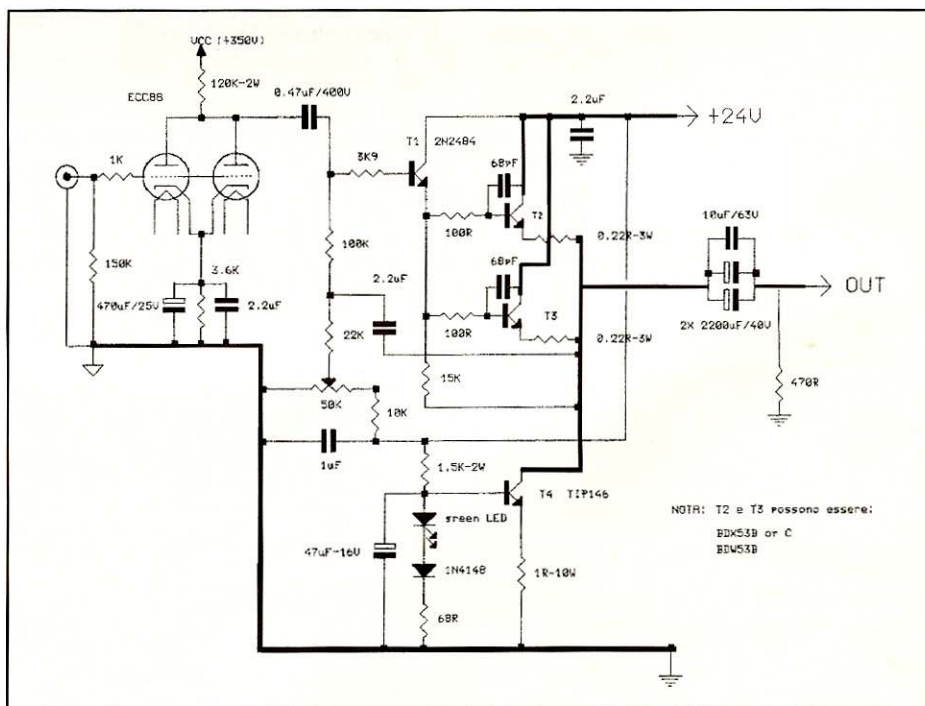

Fig. 1 - Lo schema elettrico del "quasi" monotransistor.
Indubbiamente questa tecnica risulta la più diretta soluzione del problema, circuitalmente parlando, ma risulta quella più critica dal punto di vista del rumore e della dinamica. Infatti essa è generalmente scartata in quei circuiti che possono avere difficoltà a trattare segnali in ingresso-uscita piuttosto ampi con elevata linearità (tipicamente circuiti allo stato solido con non elevate tensioni di funzionamento), mentre è più frequente dove ciò non costituisce un problema; tipicamente nei circuiti valvolari caratterizzati da elevate tensioni di alimentazione. Dal punto di vista del rumore, inoltre, essa è critica perché costringe ad interporre tra il primo ed il secondo stadio di amplificazione la rete di equalizzazione passiva (da qui il nome di RIAA passiva), che oltre a compensare le alterazioni introdotte in fase di incisione (vedi Fig. 1), attenua fortemente anche il segnale, fino a circa 40 dB a 20 kHz. Come se non bastasse, tale rete passiva è ne-
Fig. 1 - Curva standard di enfasi RIAA. Questo andamento in funzione della frequenza illustra come il segnale musicale viene modificato prima di essere inciso sul vinile, per ottimizzare l'incisione stessa ai fini della riduzione della larghezza del solco e del miglioramento del rapporto segnale/rumore. Prendendo a riferimento i 1.000 Hz, le alterazioni sfiorano i -20 dB a 20 kHz e i +20 dB a 20 kHz.
Fig. 2 - Risposta in frequenza dell'ingresso fono equalizzato RIAA. Mediante l'interposizione di una rete (passiva) perfettamente complementare a quella di enfasi RIAA, che abbiamo visto in Fig. 1, dobbiamo ottenere, all'uscita dello stadio fono, una risposta complessiva perfettamente orizzontale. Nel nostro caso questo avviene con un "errore" massimo di 0.3 dB o, se preferite, con una tolleranza di +0-0,15 dB da 25 Hz a 20 kHz. Si tratta indubbiamente di un ottimo risultato, ottenuto selezionando per la rete di deenfasi resistori entro l'1% e condensatori entro il 2%.
bassa apparentemente meno profonda ma più articolata (merito forse di uno smorzamento migliore del woofer a larga-banda) ed una gamma media meno lucida, anche se di poco. L'aspetto che mi convince tuttora di meno è costituito comunque dall'estremo acuto, che non è ancora rifinito come vorrei (forse non lo sarà mai, o chissà), ma la risposta alle frequenze alte varia enormemente con le caratteristiche del cablaggio (1) e le qualità dei componenti sul segnale. Non posso dire di più perché la coppia dei miei prototipi è troppo pasticciata dalle saldature e dalle varie prove per decidere con sicurezza quali siano le parti più critiche, o comunque degne di attenzioni particolari. Ma non vi ho forse detto di darmi una mano? Senza farvi aspettare ancora, ecco in **Fig. 1** lo schema del prototipo (già rimaneggiato, comunque), corredato da alcune misure interessanti.